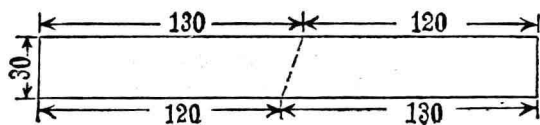
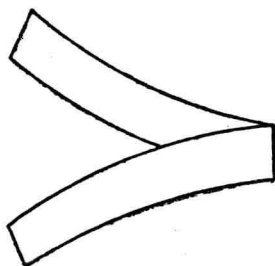

图 3
图 4
② 图序只限本节。以后各节同此。
3. 制尾翼: 剪一块长 250 毫米、宽 30 毫米的图画纸, 如图 3 所示的虚线弯折。然后把两端向外分开, 并略带弯曲, 如图 4 所示。